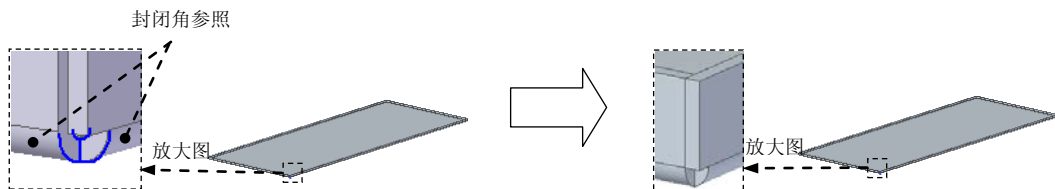

图 8.13.258 封闭角特征 1
- (4) 单击“完成”按钮, 完成特征的创建。
Step7. 创建图 8.13.258 所示的封闭角特征 1。
- (1) 选择命令。单击“主页”功能选项卡“钣金”工具栏中的“封闭二折弯角”按钮.
- (2) 定义折弯至闭合。选取图 8.13.258 所示的相邻折弯特征为封闭角参照。